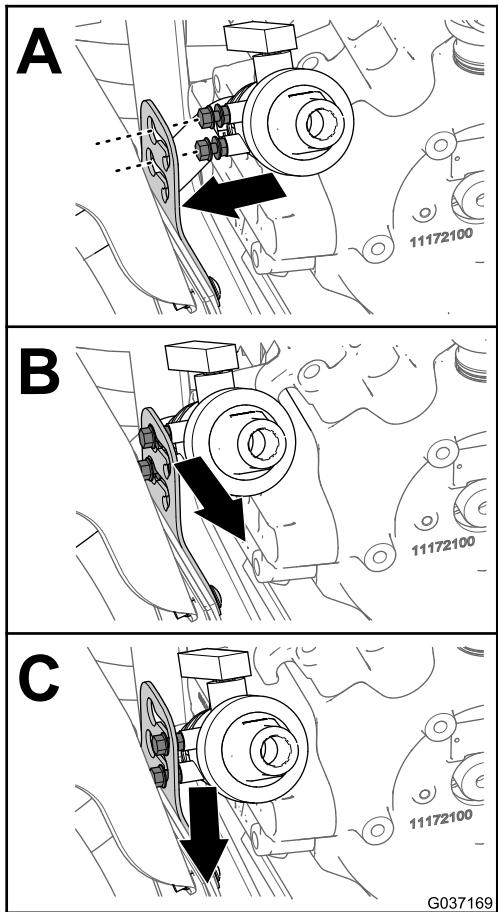

Bild 13
6. Fluchten Sie die Bundmuttern des Ablassventils mit den Schlüssellochbohrungen in der Ablassventilhalterung (Kasten A in Bild 13).
7. Schieben Sie das Ablassventil nach außen und unten, um das Ablassventil in der Halterung zu arretieren (Kasten B und C in Bild 13).